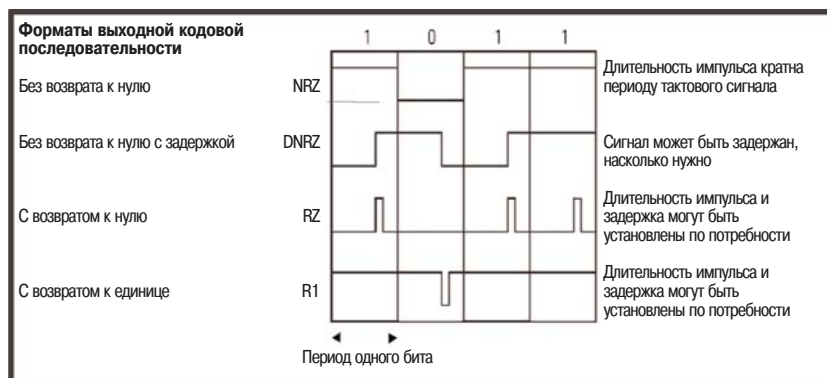

Рисунок 1 - Форматы кодовой последовательности
**Формат кодовой последовательности:** NRZ (без возврата к нулю), DNRZ (без возврата к нулю с задержкой), RZ (с возвратом к нулю) и R1 (с возвратом к единице), по выбору (см. рис. 1).